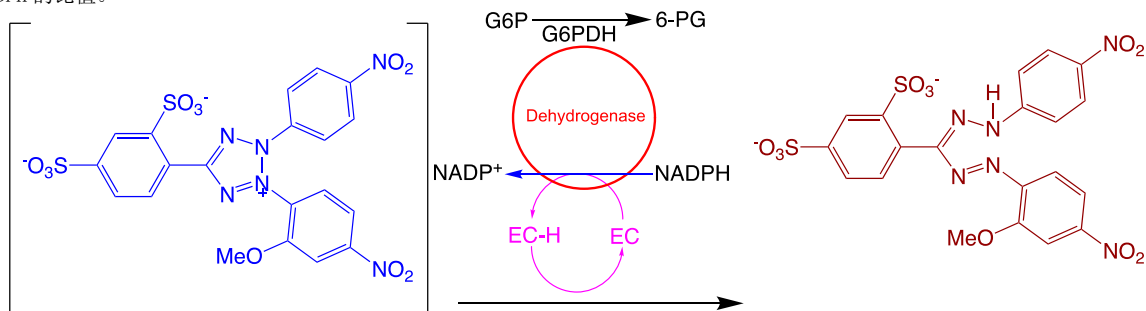

图 1. WST-8 法检测 NADP⁺和 NADPH 总量的原理图。
1) 测定 NADP⁺/NADPH 的总量: 葡萄糖-6-磷酸(glucose-6-phosphate, G6P)在葡萄糖-6-磷酸脱氢酶(glucose-6-phosphate dehydrogenase, G6PDH)的作用下氧化生成 6-磷酸葡萄糖酸内酯(6-phosphogluconate, 6-PG),在这一反应过程中 NADP⁺被还原为 NADPH;生成的 NADPH 在电子耦合试剂的作用下将 WST-8 还原生成橙黄色的 formazan,在 450nm 左右检测有最大吸收峰。反应体系中生成的 formazan 与样品中总的 NADP⁺/NADPH 的总量呈比例关系。WST-8 法检测 NADP⁺和 NADPH 总量的原理参考图 1。